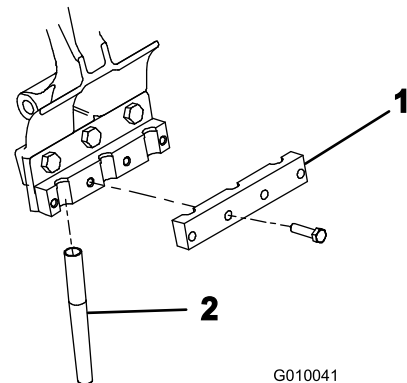

图26
- 用 4 个螺栓 $\frac{3}{8} \times 1\frac{1}{2}$ 英寸将打孔针夹具松松地固定到各个打孔针夹头上图26。切勿将螺栓拧得过紧。